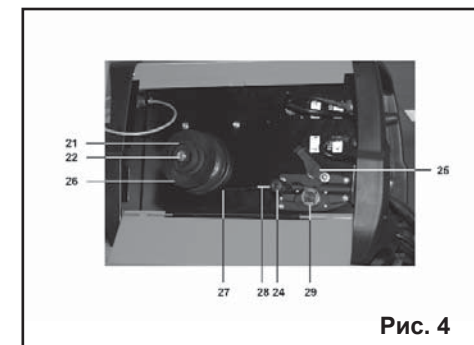

Рис. 4
8.2.3. Установите и закрепите бобину (26) со сварочной проволокой на держателе (23), как показано на Рис.4. Переведите ручку (24) держателя (25) ролика (30) в нижнее положение. Пропустите проволоку (27) в гибкую трубку (28) через ролик (29) в канал (30). В зависимости от диа-